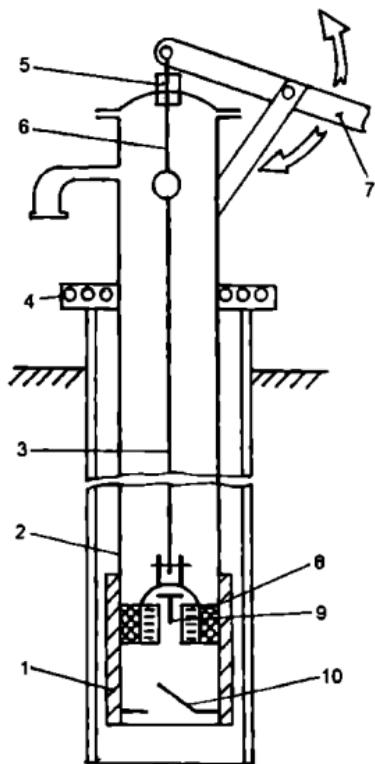

Рис. 42. Штанговый насос:
- *Штанговый насос* состоит из колонны водоподъемных труб 2, насосного цилиндра 1, закрепленного на конце водоподъемных труб, комплекта штанг 3, на котором шарнирно закреплен поршень 8, и наземного ручного приводного механизма, состоящего из штока 6 и балансира 7 (рис. 42).